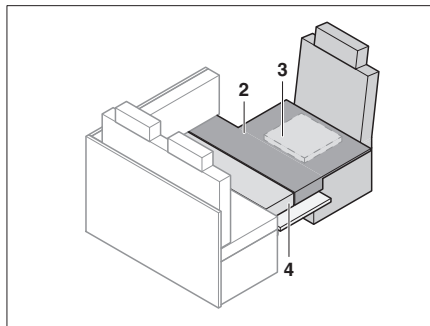

Fig. 183 Après la transformation
- Placer le coussin supplémentaire comme montré en Fig. 183.